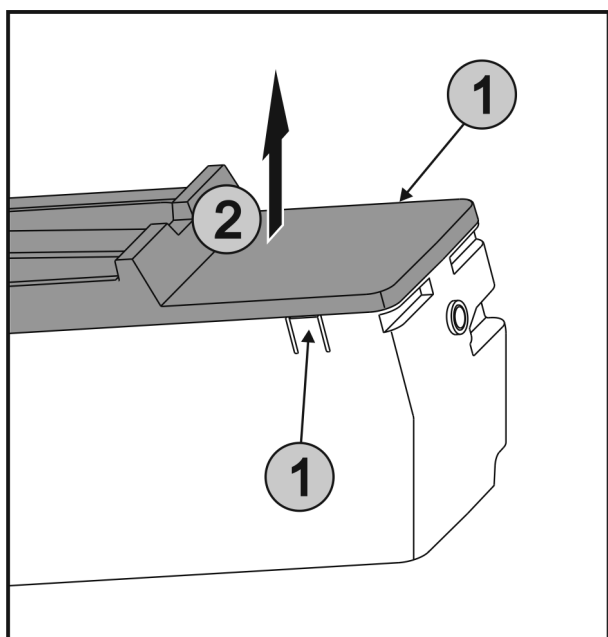

Fig. 60
- Laschen Fig. 60 (1) an den beiden Seiten von EasyTwist-Ice gleichzeitig drücken und die Abdeckung Fig. 60 (2) nach oben entnehmen.